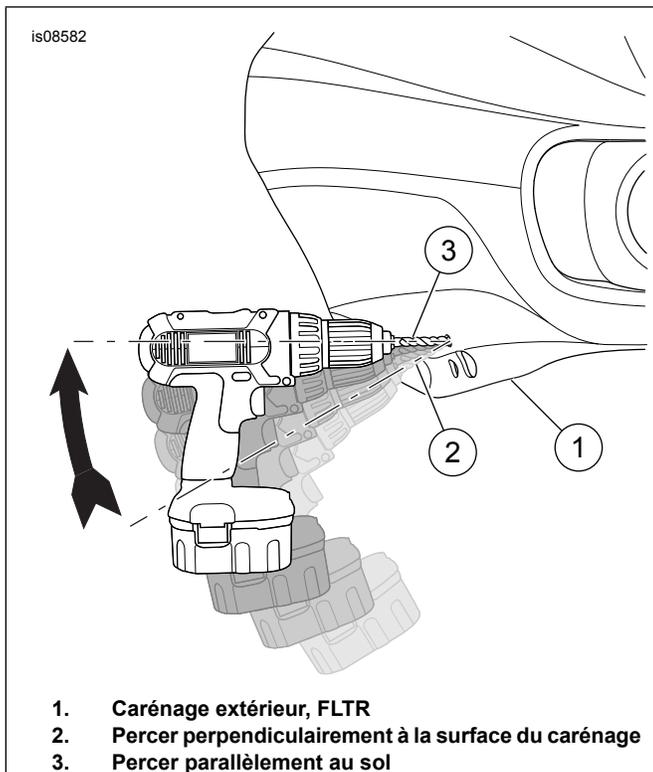
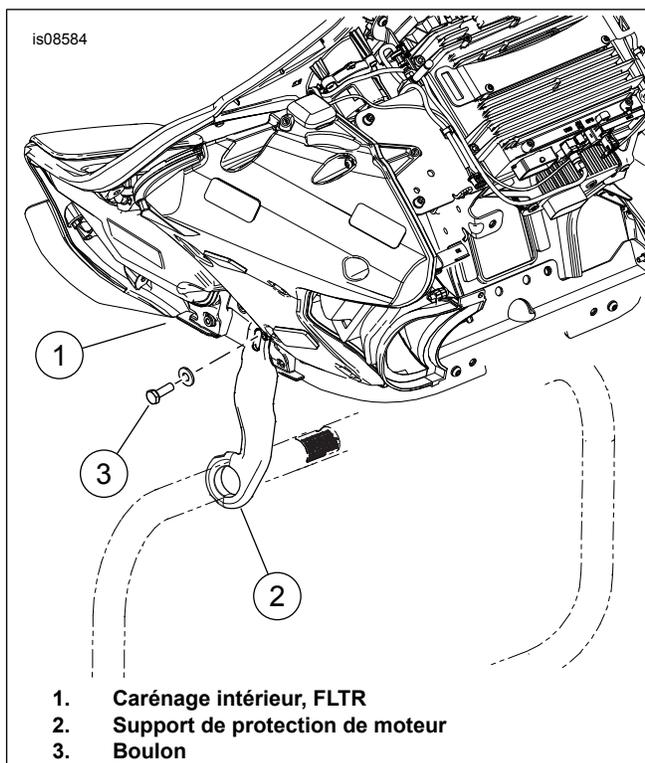

Figure 1. Percer un trou oblong
Figure 2. Retirer le boulon du support de protection de moteur
- Voir Figure 1. Lors de l'élargissement du trou, percer **perpendiculairement à la surface** (2) du carénage (1) afin d'éviter que le foret ne dévie et n'abîme la finition.
- Une fois le trou percé, continuer à faire tourner la perceuse. Incliner la perceuse dans le carénage à la **parallèle du sol** (3) dans la position installée pour allonger le trou à la verticale.
- Voir Figure 2. Retirer et jeter le boulon (3) et la rondelle du support de protection de moteur (2) sur le carénage intérieur (1). Soutenir la partie arrière du carénage intérieur si nécessaire. Faire de même de l'autre côté.